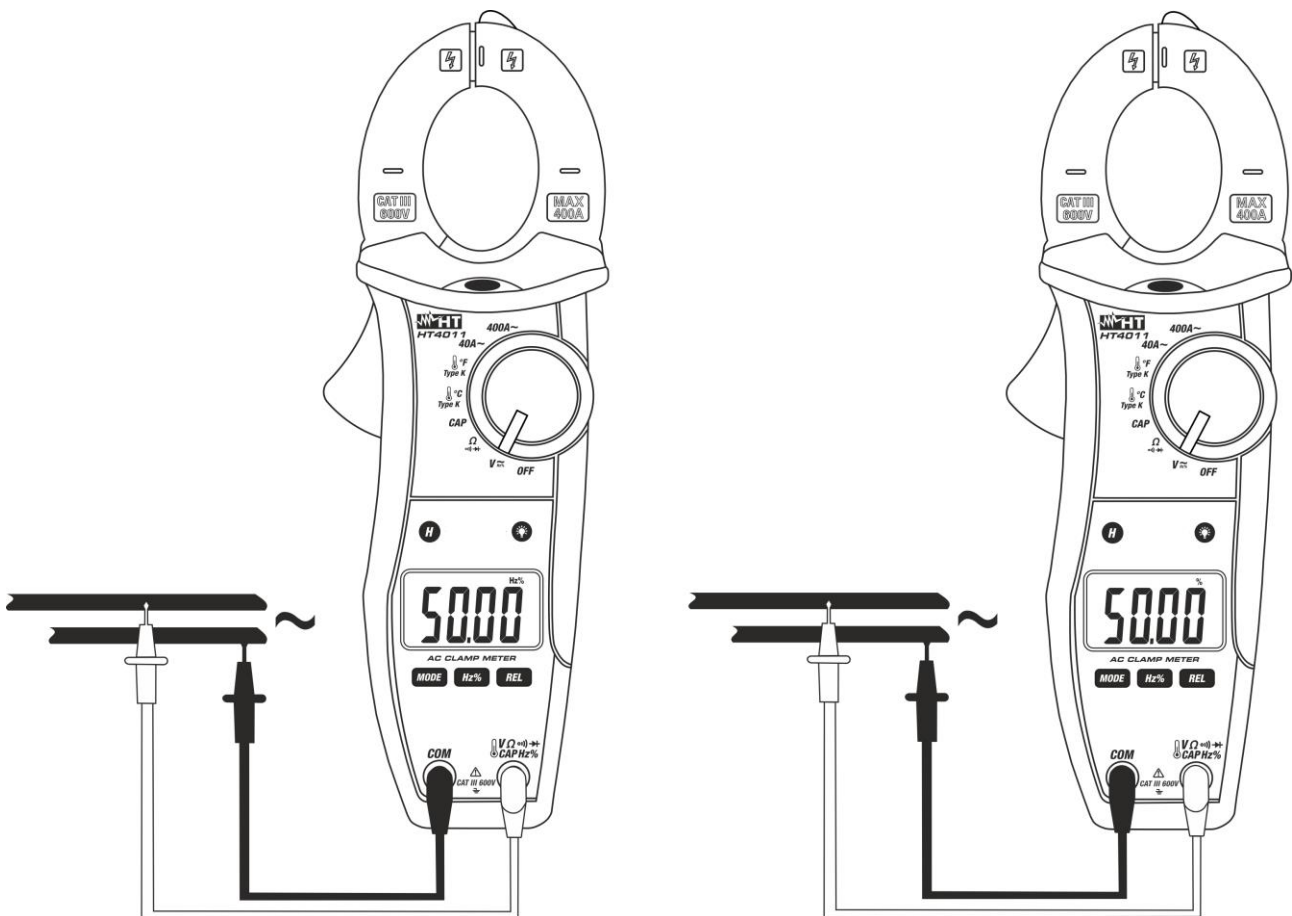

Abb. 5: Verwendung der Zange für Frequenz- und Duty Cycle-Messungen
4. Stellen Sie die Messleitungen in die gewünschten Punkte des zu messenden Kreises für die Frequenzmessung mit Messleitungen. Der Wert der Frequenz (Hz) (siehe Abb. 5 linke Seite) oder des Duty Cycle (%) (siehe Abb. 5 rechte Seite) erscheint auf dem Display.